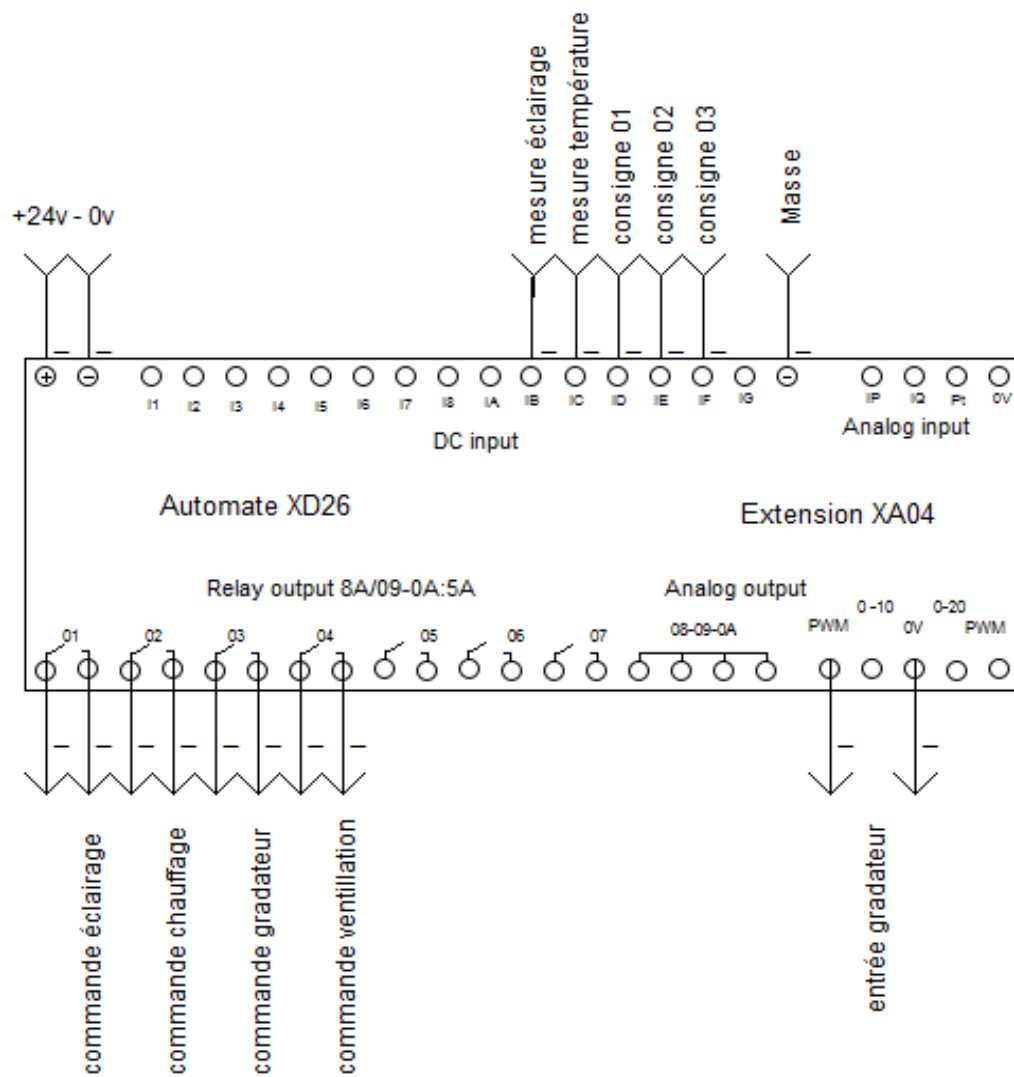

Figure 4 : Schéma de câblage de l'automate Millenium 3 XD26
- 2) Sur la figure 1, entourez les bornes d'alimentation, et la zone dans laquelle peut se trouver le processeur. Entourez les bornes d'alimentation sur la figure 4.
- 5) Repérez sur la figure 4 les sorties qui concernent la partie opérative « chauffage ». Expliquez le rôle de chaque sortie. Y a-t-il une relation de priorité entre ces sorties ?
- 6) Entourez sur la figure 4 les deux entrées sur lesquelles sont branchés les capteurs.
- 9) Pourquoi, à votre avis, il n'est pas nécessaire de représenter l'extension XN05 sur le schéma de câblage de la figure 4 ?